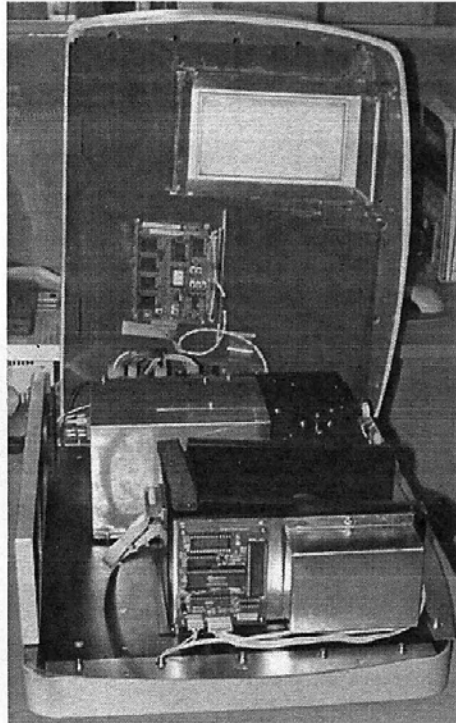

Fig A2
4. Muy cuidadosamente retire la cubierta del instrumento y colóquela al lado izquierdo del mismo, Fig A2.